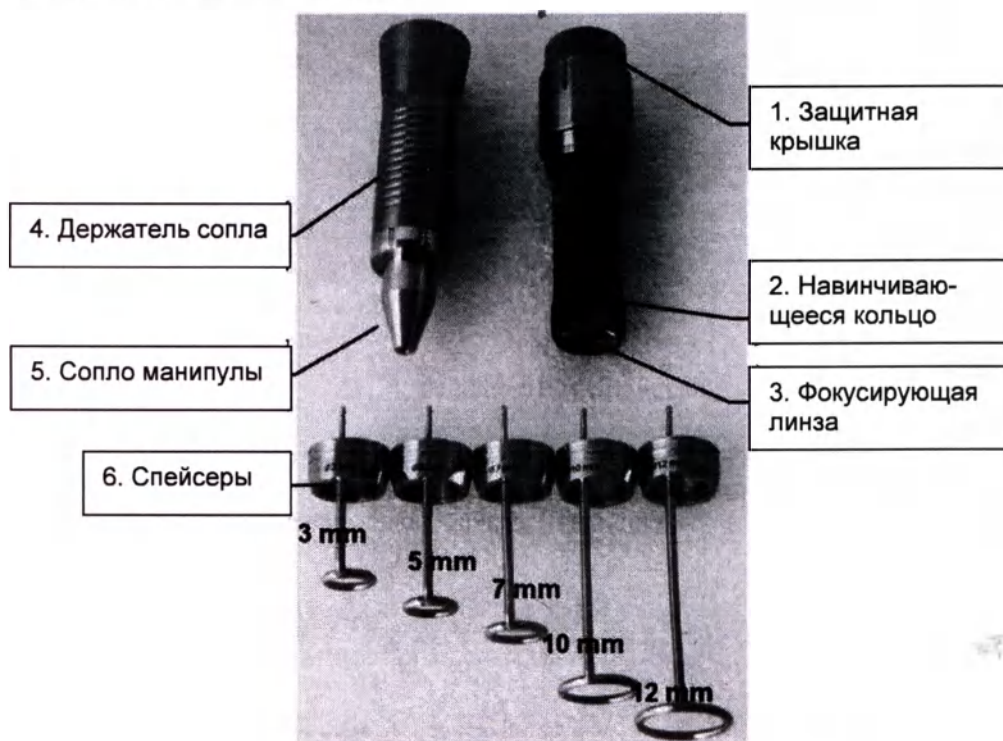

Рисунок 2: компоненты манипулы R04-Ti
Манипула состоит (см. рисунок 2) из корпуса манипулы с фокусирующей линзой (3), сопла манипулы (5), держателя сопла (4), защитной крышки (1) и съемных спейсеров (6). Фокусирующая линза закреплена на корпусе манипулы навинчивающимся кольцом (2).